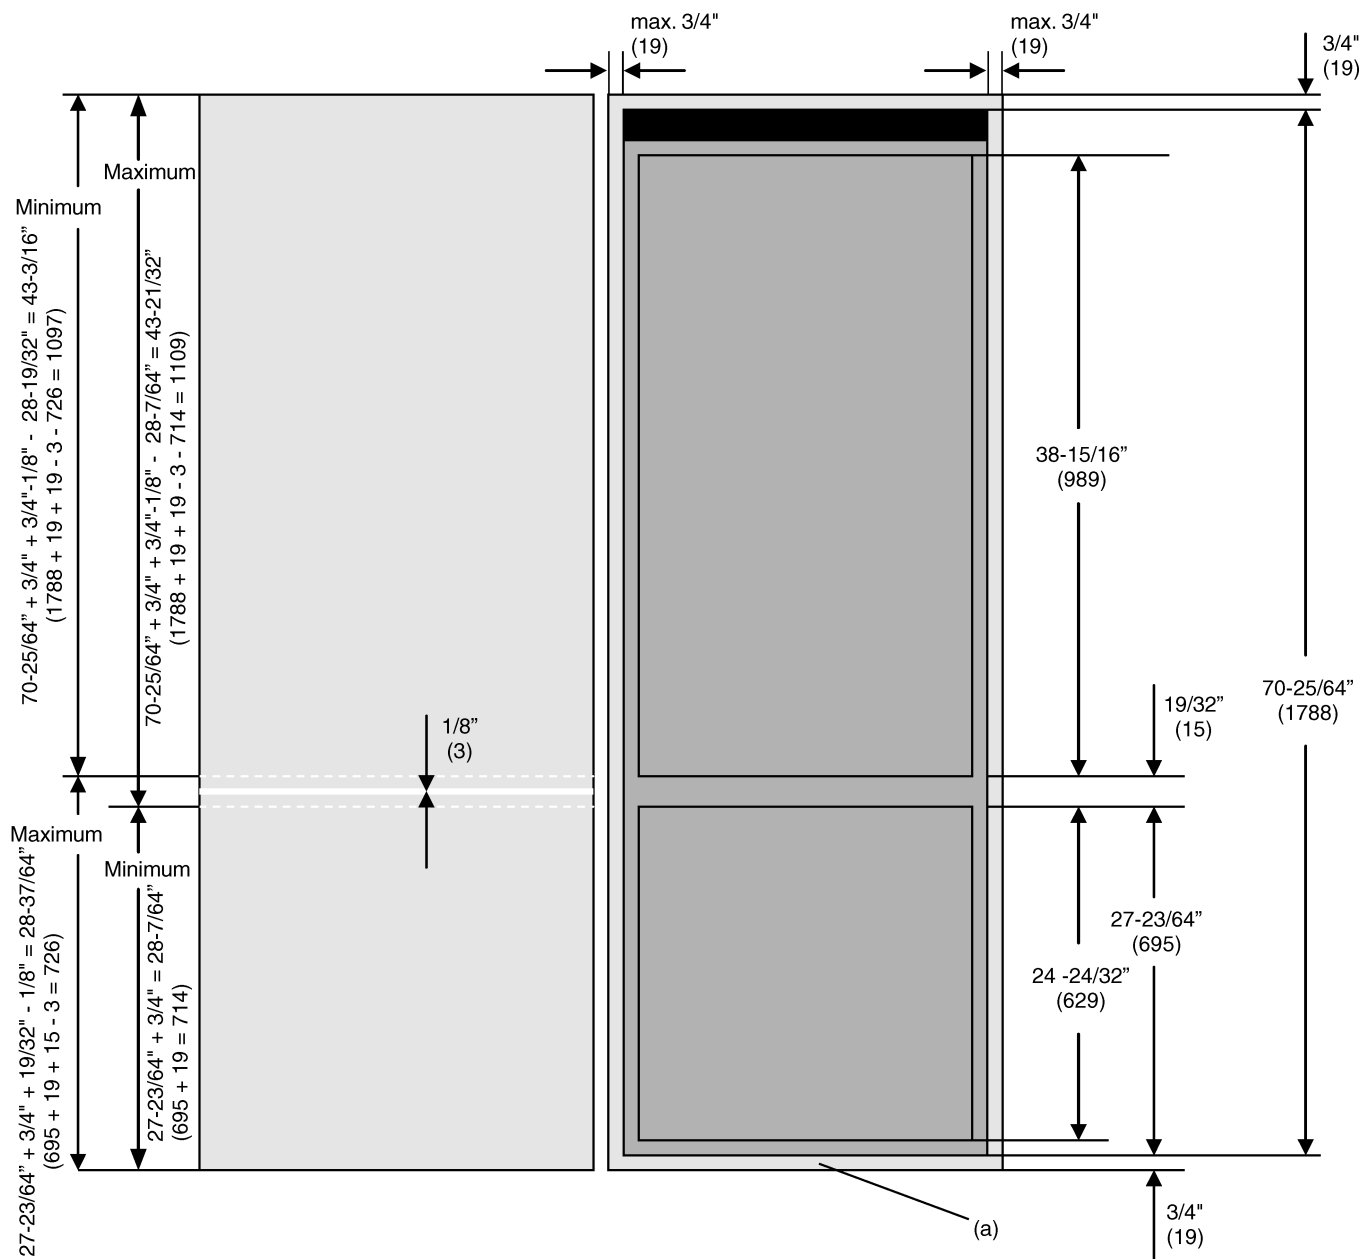

Fig. 7
► Para cubrir la parte frontal de la placa base Fig. 7 (a): Prolongue la altura de las placas 27-23/64 pulg + 3/4 pulg = 28-7/64 pulg (695 mm + 19 mm = 714 mm).